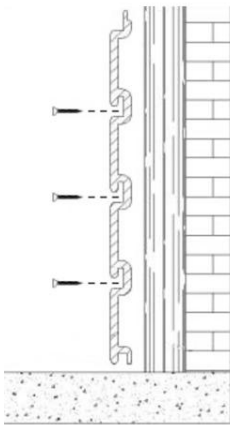
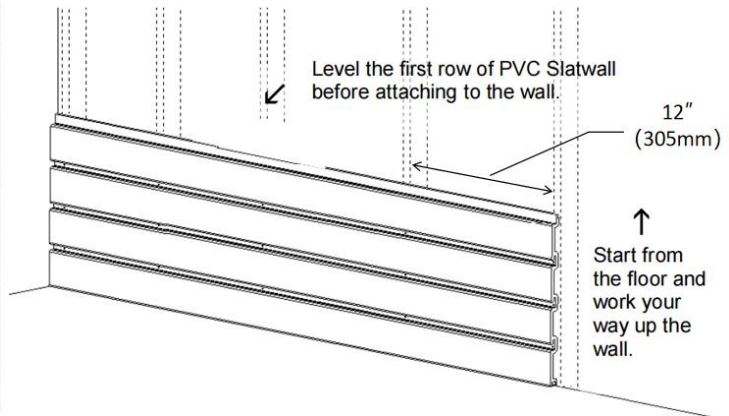
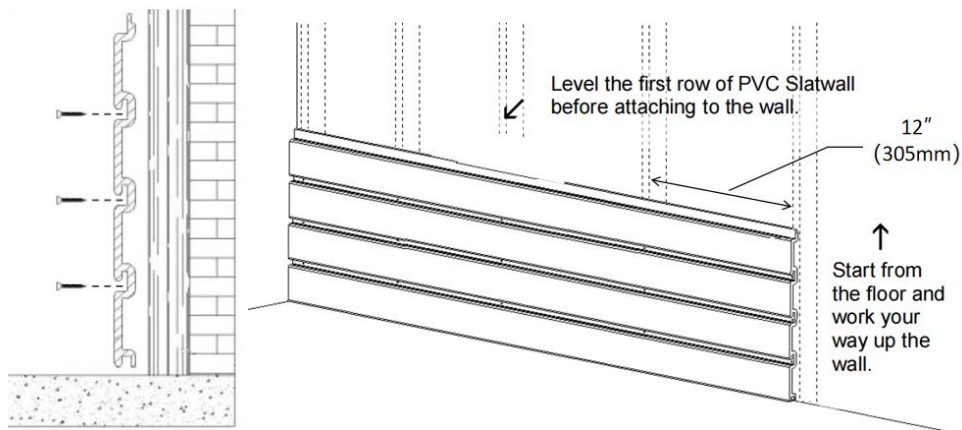

Figure 2
Figure 3
Abbildung 2 Abbildung 3
2. It is recommended to install the wooden strips to the wall at intervals of 12" (305mm). Then install screws in the slots of the wall panels, as shown in Figure 2 and Figure 3. Be sure to level the Slatwall before screwing them into the wooden studs. Screw the slatwall pane, the torque of electric drill is recommended 18-38 N.M.
2. Es wird empfohlen, die Holzleisten in Abständen von 12 Zoll (305 mm) an der Wand anzubringen. Setzen Sie anschließend die Schrauben in die Schlitzlöcher der Wandpaneele ein, wie in Abbildung 2 und Abbildung 3 dargestellt . Achten Sie darauf, die Lamellenwand waagrecht auszurichten , bevor Sie sie an den Holzständern verschrauben. Für die Montage von Lamellenwänden wird ein Drehmoment der Bohrmaschine von 1,8-3,8 empfohlen . NM .